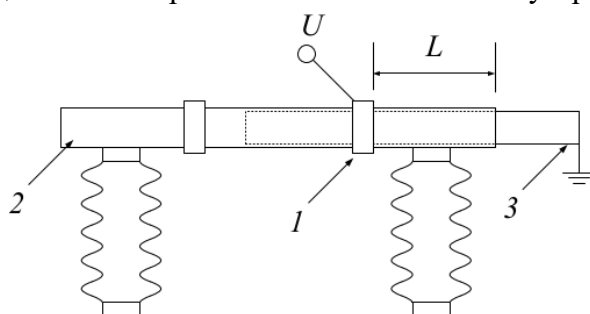

Figure 4 Рис. 4. Макет проходного изолятора
Для изучения поверхностного разряда в неоднородном поле с большой нормальной составляющей напряженности внутрь стеклянной трубки 2 помещается металлическая трубка 3 (рис. 4) таким образом, чтобы внутренний конец ее находился примерно посередине стеклянной трубки. Напряжение подается между кольцом 1 и металлической трубкой. Перемещая кольцо по поверхности стекла, можно изменять расстояние между электродами.
3.2. Пользуясь устройством, показанным на рис. 4, определить разрядные напряжения по поверхности диэлектрика в зависимости от расстояния между электродами L . Размер L